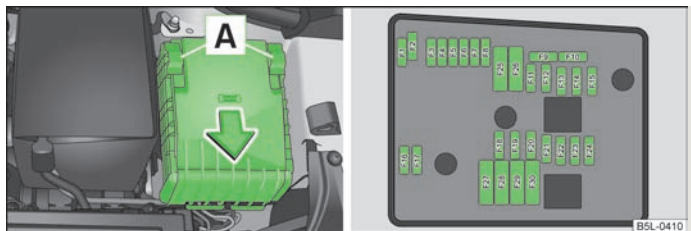

Fig. 168 Tapa de la caja de fusibles en el compartimento del motor/Representación esquemática de la caja de fusibles
- La tapa de la caja de fusibles se quita desplazando hacia adelante el estribo de seguridad **A** » fig. 168 hasta el tope. Detrás del estribo será visible el símbolo . Quitar ahora la tapa.